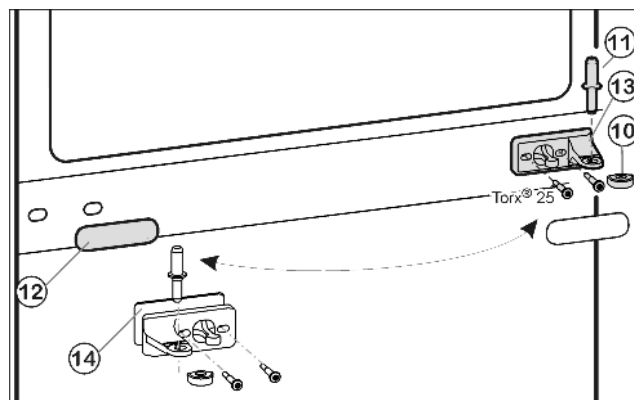
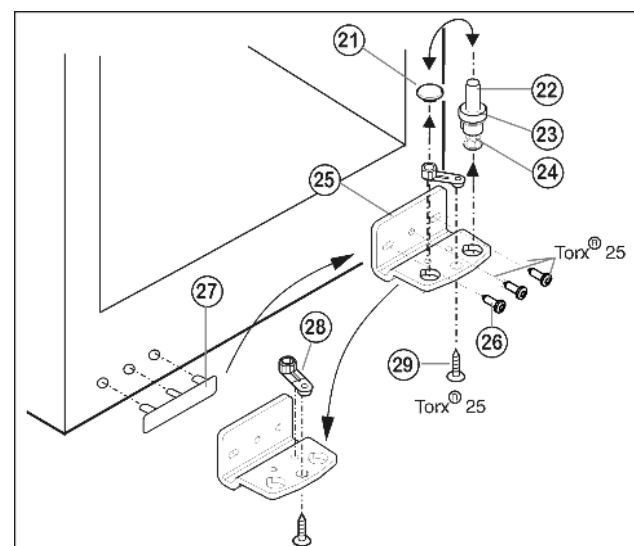

Fig. 5
Fig. 6
- Вытащите из опорного кронштейна и нижней дверцы средний опорный винт Fig. 5 (11).
- Снимите пластмассовый колпачок Fig. 5 (10).
- Открутите средний опорный кронштейн Fig. 5 (13) (2 шт. Torx® 25).
- Осторожно снимите накладку Fig. 5 (12).
- Прикрутите средний опорный кронштейн Fig. 5 (13) с подкладкой Fig. 5 (14) с поворотом на 180° на новую сторону шарнира (**с моментом 4 Нм**).
- Защелкните накладку Fig. 5 (12), повернув на 180°, на стороне, где теперь будет ручка.
- Извлеките опорный винт Fig. 6 (22) в комплекте с шайбой Fig. 6 (23) и регулируемой опорой Fig. 6 (24), вытягивая его вверх.
- Снимите пробку Fig. 6 (21).
- Открутите Fig. 6 (26) опорный кронштейн Fig. 6 (25).
- Открутите Fig. 6 (29) опорную деталь Fig. 6 (28) и, перевернув в отверстие на противоположной стороне опорного кронштейна, снова прикрутите.
- Осторожно снимите и переставьте на противоположную сторону крышку со стороны ручки Fig. 6 (27).
- Снова прикрутите опорный кронштейн Fig. 6 (25) на новой стороне шарнира (**с моментом 4 Нм**). При необходимости используйте аккумуляторный шуруповерт.
- Переставьте пробку Fig. 6 (21) в свободное отверстие.
- Вновь установите опорный винт Fig. 6 (22) в комплекте с шайбой и регулируемой опорой. При этом фиксатор должен быть направлен назад.
- ▶ Установите нижнюю дверцу сверху на нижний опорный винт *Fig. 6 (22)*.
- ▶ Снова наденьте пластмассовый колпачок *Fig. 5 (10)* на средний опорный кронштейн *Fig. 5 (13)*.
- ▶ Вставьте средний опорный винт *Fig. 5 (11)* на новой стороне шарнира через средний опорный кронштейн *Fig. 5 (13)* в нижнюю дверцу.
- ▶ Установите верхнюю дверцу на средний опорный винт *Fig. 5 (11)*.
- ▶ При необходимости выровняйте дверцы через два продольных паза в нижнем опорном кронштейне *Fig. 6 (25)* и среднем опорном кронштейне *Fig. 5 (13)* параллельно корпусу устройства. Для этого выкрутите средний винт на нижнем опорном кронштейне *Fig. 6 (25)*.